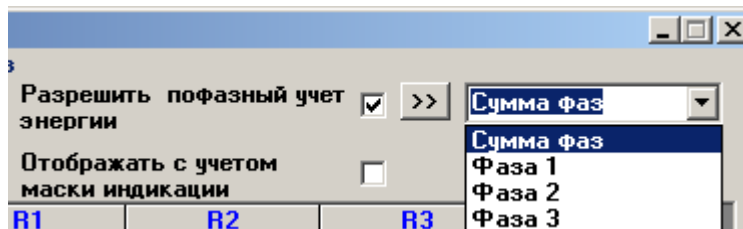

Рисунок 16 – Список окна числа фаз учета
4.12.5 В счетчиках реализован нетарифицированный пофазный учет энергии. Для просмотра архивов учтенной энергии в списке окна числа фаз следует выбрать (рисунок 16):